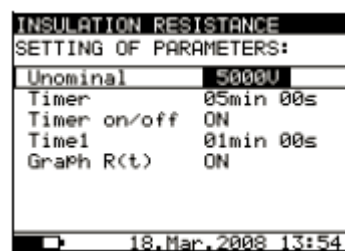

Рис. 10. Меню настроек в режиме измерения сопротивления изоляции
- Нажмите клавишу **SELECT**, при этом появится меню настроек, см. рисунок 10.